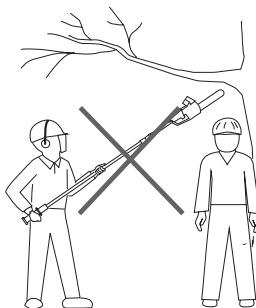

Fig. 36
7. Maintenez les autres personnes éloignées du produit et à une distance sûre de la zone de travail. Maintenez une distance minimale de 10 m avec les passants (Fig. 36).